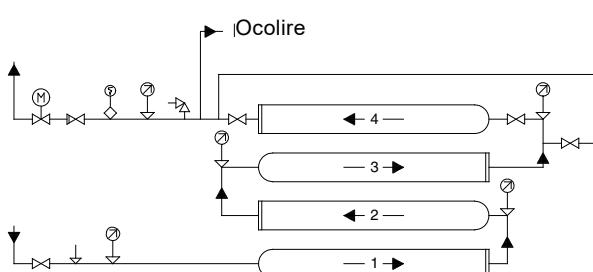

Fig. 9 Sistem de presurizare cu patru module conectate în serie cu ocolire, montate unul peste altul
- Pentru modulele conectate în serie și echipate cu o ocolire, montate unul peste altul, recomandăm conectarea conductelor aşa cum se indică în fig. 9.